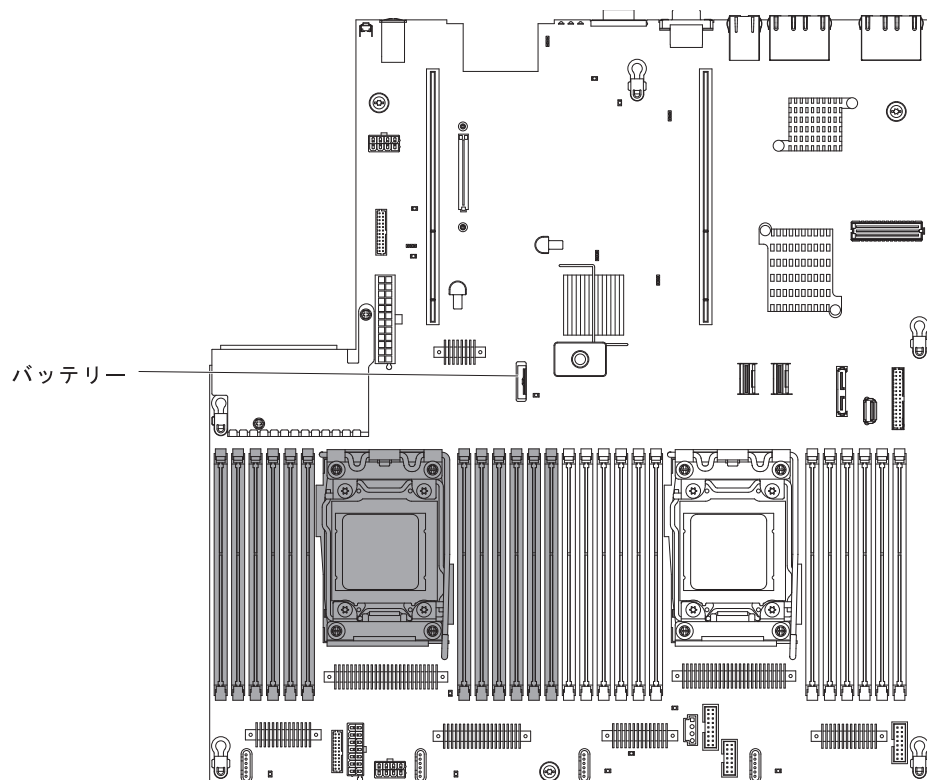

図 133. SAN ボリューム・コントローラー 2145-DH8 CMOS バッテリー・ホルダーの位置
2. 163 ページの図 133 に示すように、システム・ボード上のバッテリーの位置を確認します。